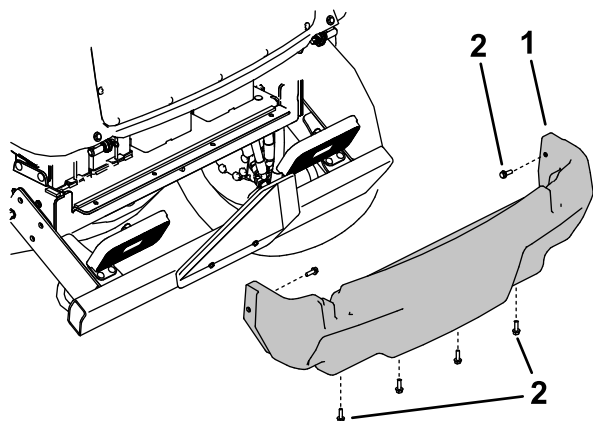

Bild 114
5. Entfernen Sie die sechs Bundkopfschrauben, mit denen die hintere Abdeckung am Rahmen befestigt ist, und nehmen Sie die hintere Abdeckung ab (Bild 114).
4. Montieren Sie die hintere Abdeckung (Bild 114).